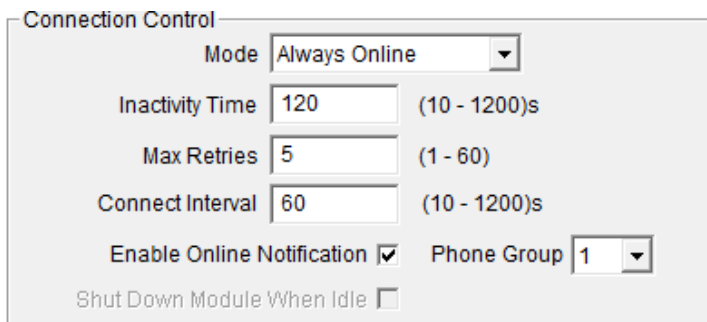
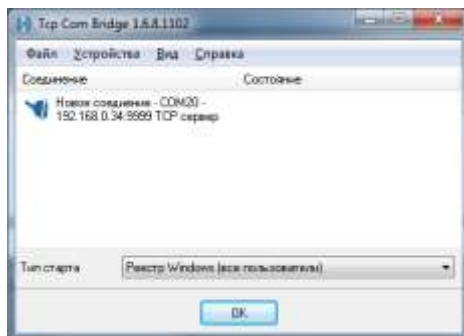
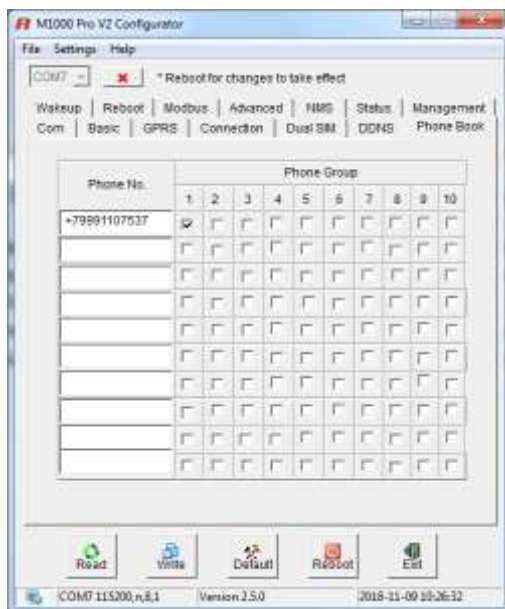

Рисунок 18 – Область параметров «Connection Control» вкладка «Connection»
Рисунок 23 – Окно программы «TCP COM Bridge»
Рисунок 24 – Вкладка «Phone Book» окна программы «M1000 Pro V2 Configurator»
3.5.13.8 В область параметров «**Connection Control**» ввести следующие настройки (рисунок 18):
3.5.13.14 Нажать кнопку «OK» в окне «Виртуальные порты» программы «TCP COM Bridge» (рисунок 23). В появившемся окне (рисунок 24) установить тип старта «Windows Registry (all users)».
3.5.13.17 Для диагностики успешного подключения можно установить телефон, на который будет отправляться SMS-сообщение при успешном входе в сеть. Для этого необходимо в настройках терминала во вкладке «Connection» установить режим «Enable Online Notification» (рисунок 18) и задать телефон во вкладке «Phone Book» (рисунок 24).
3.5.13.18 Для сохранения произведенных настроек необходимо нажать кнопку «Write» . После успешной записи настроек появится сообщение об успешной записи и просьба перезагрузить терминал (рисунок 18). Перезагрузка терминала осуществляется включением/выключением питания. Для перевода терминала в рабочий режим следует перевести движок в положение «**NORMAL**».